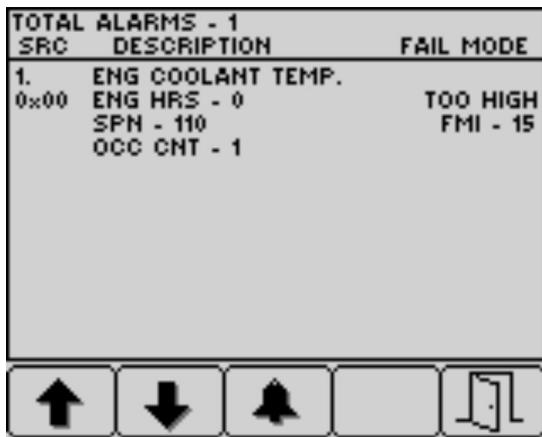

Figure 39
4. Appuyez sur le bouton 5 pour quitter la liste des anomalies actives et revenir à l'écran d'accueil (Figure 39).
- Appuyez sur le bouton 5 pour quitter la liste des anomalies actives et revenir à l'écran d'accueil; voir Figure 39 sous **Messages d'avertissement du moteur (page 37)**.